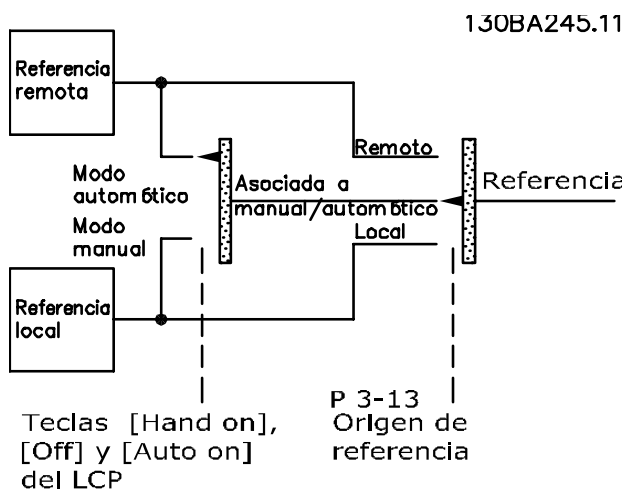

Ilustración 2.10 Referencia activa
- La *Ilustración 2.10* muestra el modo de configuración resultante de la selección de referencia activa, ya sea local o remota.